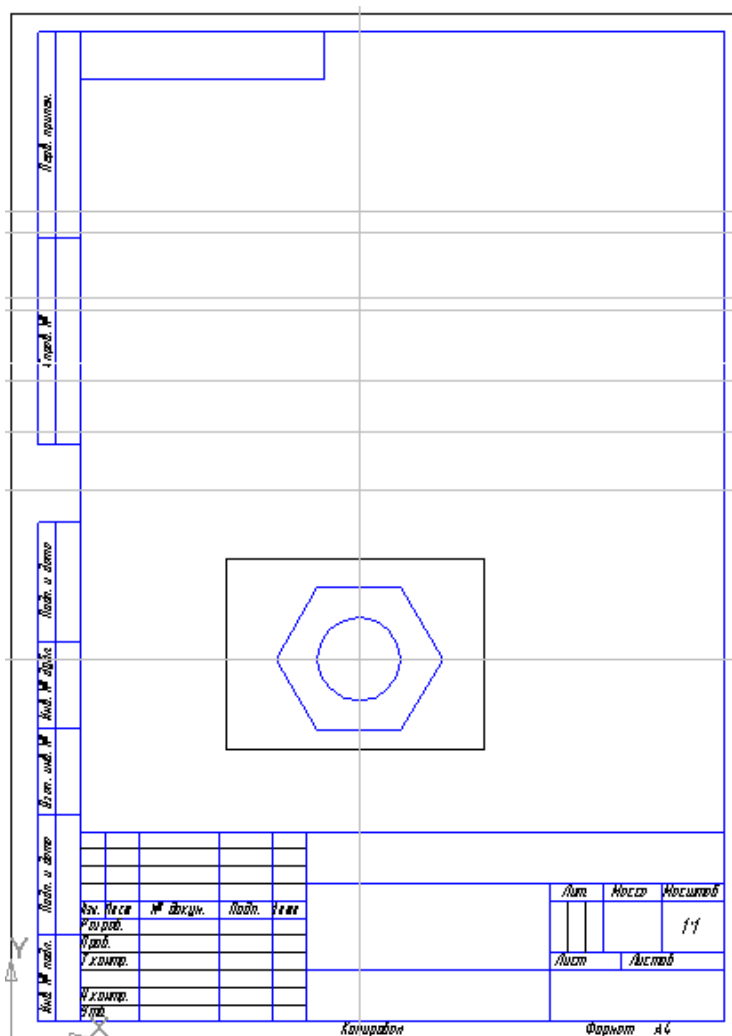

Рисунок 4
3.9 За допомогою команди **Параллельная прямая**  визначаємо висоту головки болта, товщини деталей, що скріплюються, висоту шайби, висоту гайки та вільний вихід різьби, указуючи в **Панелі свойств**, на яку відстань необхідно вводити лінію (рисунок 4).